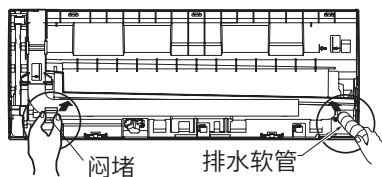

图7
- 当墙洞位于安装板左侧时，将排水管和闷堵交换位置，如图7所示；